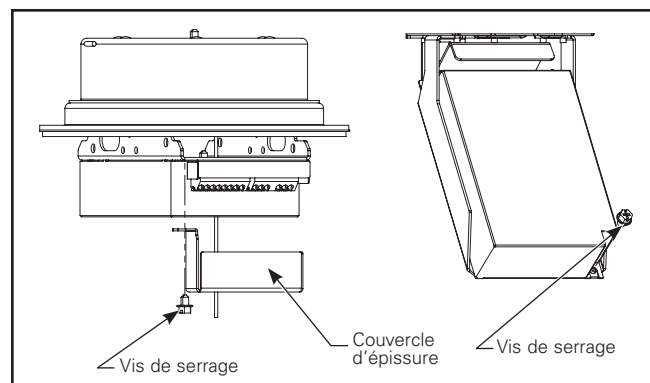

Figure 6.
4. Vous pouvez accéder aux connecteurs enfichables du pilote en retirant le couvercle d'épaisseur ou le pilote même du support du pilote, en retirant l'ensemble de la vis de serrage indiquée. (Figure 6).
3. Retirez le pilote ou le couvercle d'épaisseur pour accéder aux connecteurs enfichables du pilote. (Figure 6).